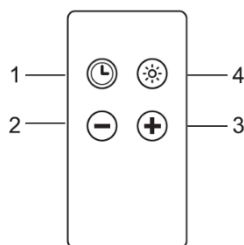

Рис. 7
- Вытяжкой WK-11 Ауга можно управлять с помощью пульта дистанционного управления (рис. 7).
Определение кнопок (рис. 7)